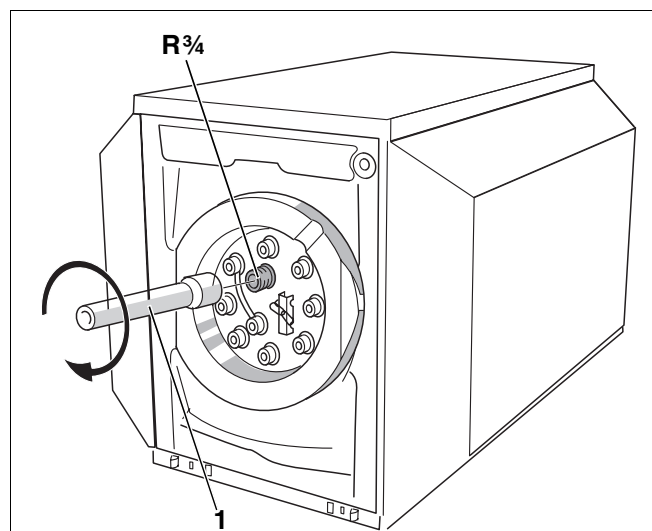

Fig. 6 Montage du tuyau de support (partie frontale du préparateur)
- Fabriquer un tuyau de support (fig. 6, pos. 1) avec un manchon Rp^{3/4}.